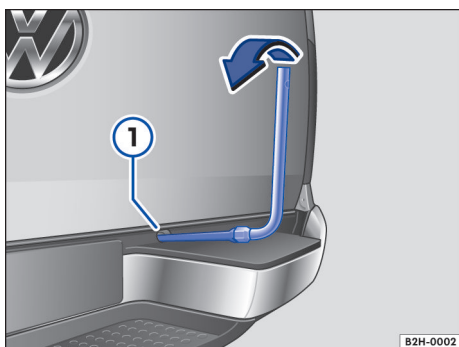

Fig. 13 Girar a roda sobressalente para baixo pelo gancho.
- Encaixar o parafuso segredo na chave de caixa das ferramentas de bordo → Fig. 13① → ①.
- Girar a roda sobressalente ou a roda de emergência para fora do suporte na direção da seta → Fig. 13 até o batente. Nesse caso, é preciso vencer uma resistência. A resistência estará vencida quando soar um ruído “de estalo”.
- Introduzir a chave de caixa no parafuso segredo → Fig. 13 ①.
- Girar a chave de roda levemente no sentido contrário à seta → Fig. 13.